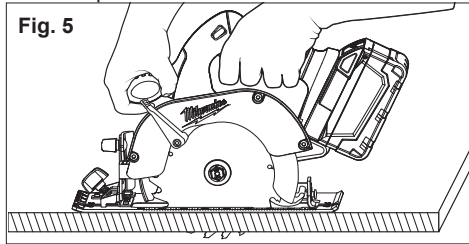

Fig. 5
4. Mientras corta, mantenga la zapata plana contra la pieza en la que se está trabajando y la sierra bien agarrada (Fig. 5). No fuerce la sierra contra la pieza en la que se está trabajando. Esto puede hacer que la sierra REBOTE.